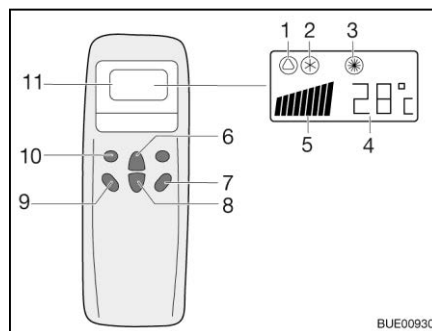
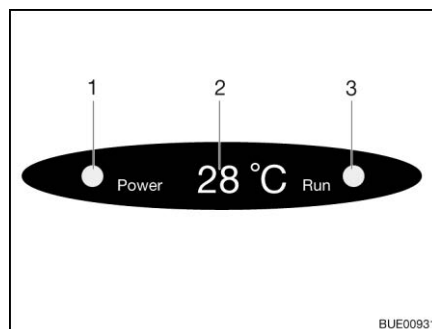

Fig. 228 Télécommande
Fig. 229 Affichage sur le diffuseur
- Appuyer sur la touche "ON/OFF" (Fig. 228,7).
- Appuyer sur la touche "Mode" (Fig. 228,10) autant de fois que nécessaire pour que le mode de fonctionnement souhaité (Fig. 228,1, 2 ou 3) s'affiche à l'écran. Le voyant de contrôle correspondant s'allume sur l'écran du diffuseur (Fig. 229,3).
- Régler la température souhaitée avec les touches d'augmentation de la température (Fig. 228,6) ou de diminution de la température (Fig. 228,8).
- Sélectionner le niveau de ventilation souhaité à l'aide de la touche de vitesse du ventilateur (Fig. 228,9).